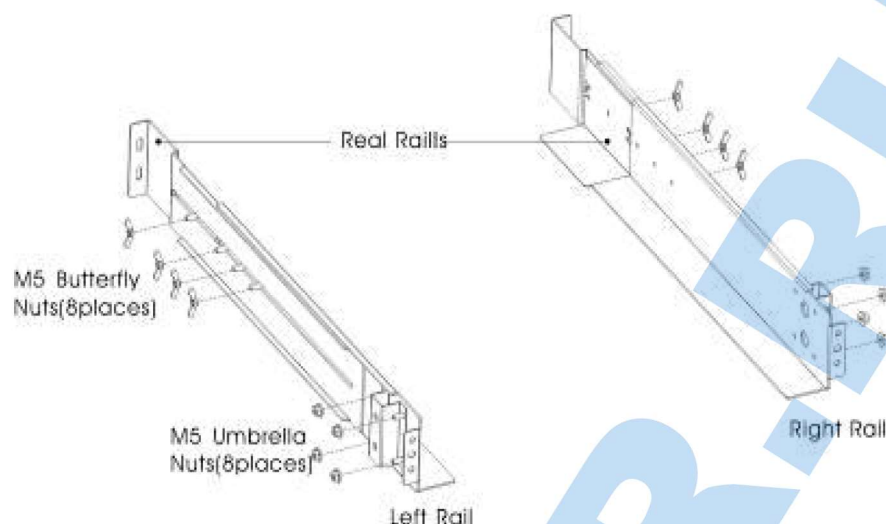

Рис. 3-1. Установка направляющих в шкаф.
3. Затяните четыре барашковые гайки M5 сбоку от направляющих (см. рис. 3-1).